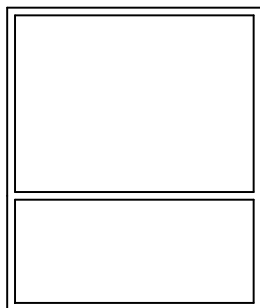

图 3-58 打开素材
1) 按〈Ctrl+O〉组合键，打开配套光盘提供的“第 3 章/3.2.6 净距偏移.dwg”素材文件，结果如图 3-58 所示。